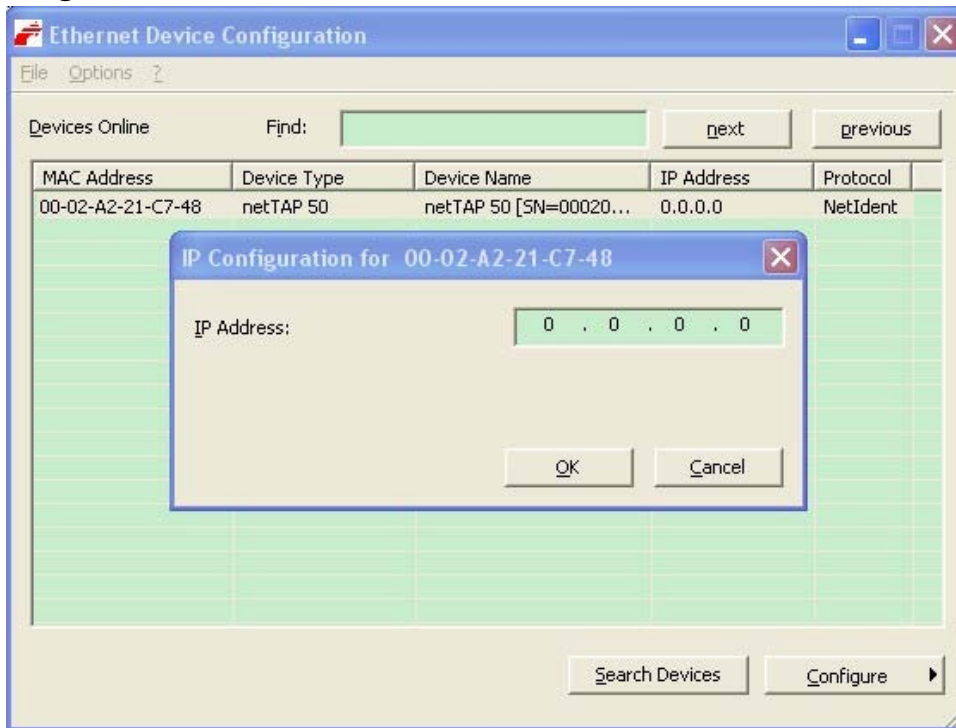

图14
3) 单击Configure按钮，选择Set IP Address，弹出设置IP地址对话框，如图14所示：